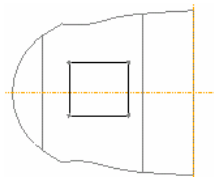

图 6.2.41 截面图形
Step7. 草绘拔模区域。在绘图区右击, 选择 **定义内部草绘...** 命令; 设置 FRONT 基准平面为草绘平面, RIGHT 基准平面为参考平面, 方向为 **左**; 接受系统给出的默认参考; 创建图 6.2.41 所示的封闭草绘几何 (可以绘制多个封闭草绘几何)。